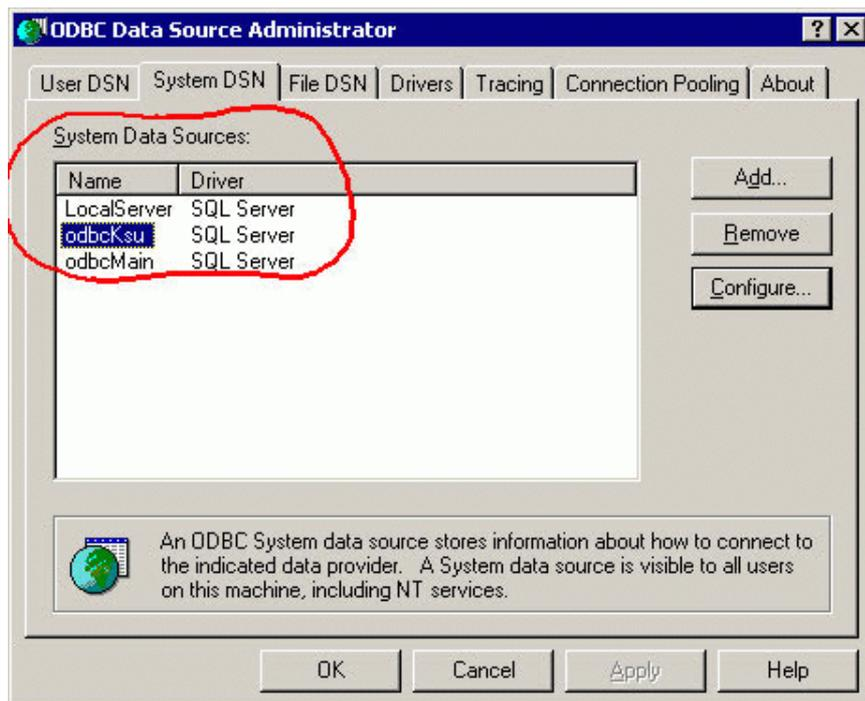

Рис. 11
3. Заканчиваем создание коннекта и тестируем соединение. Эти - же шаги повторяем для другого соединения – с базой Main. Получаем список соединений (Рис. 11).